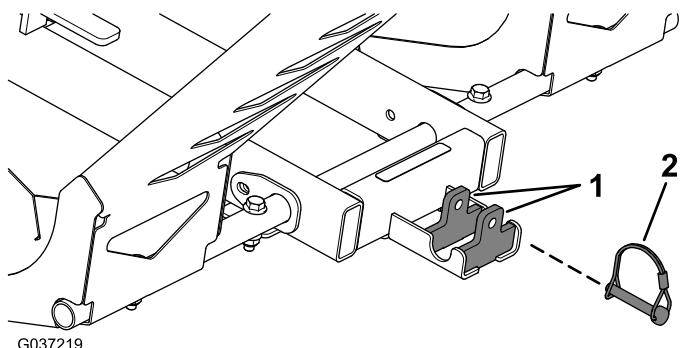

Рисунок 15
3. Выровняйте откидную подставку разбрасывателя между крепежными выступами откидной подставки на монтажной раме разбрасывателя (Рисунок 15).
4. Закрепите разбрасыватель на монтажной раме разбрасывателя с помощью стопорного штифта (Рисунок 15).